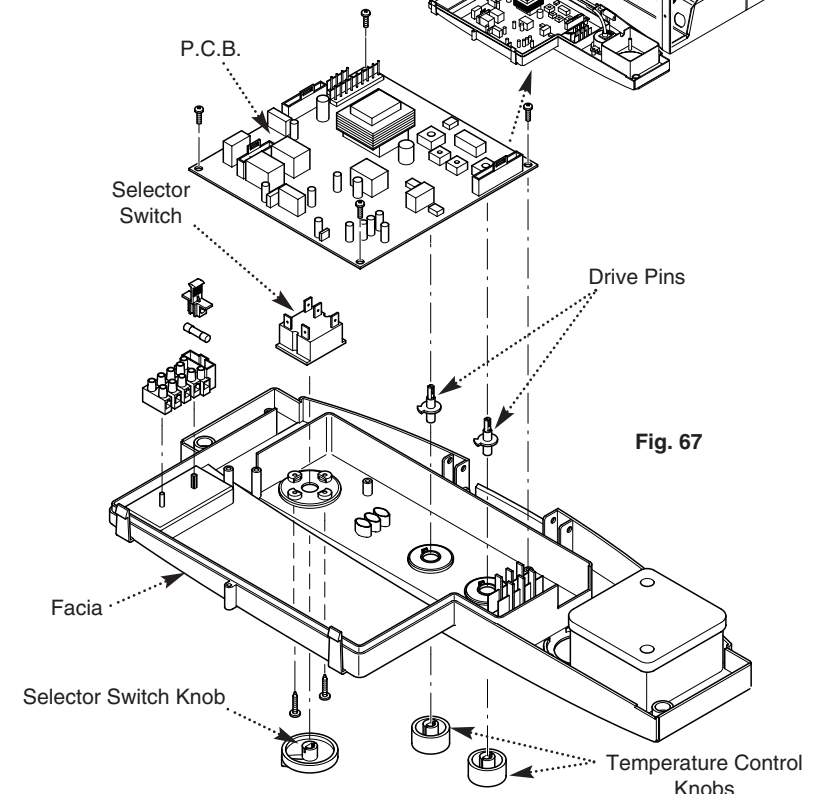

Fig. 67
12.18 P.C.B. (Fig. 67)
12.19 Selector Switch (Fig. 67)